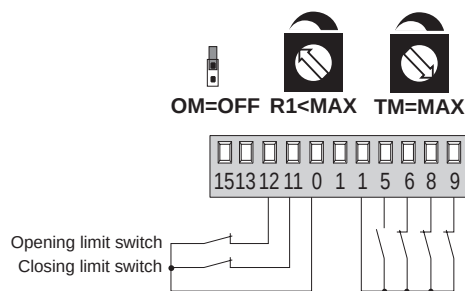

Fig. 6.3
- (Abb. 6.3) Verwendung mit Endschaltern und Freifahrbewegung beim Zulauf.